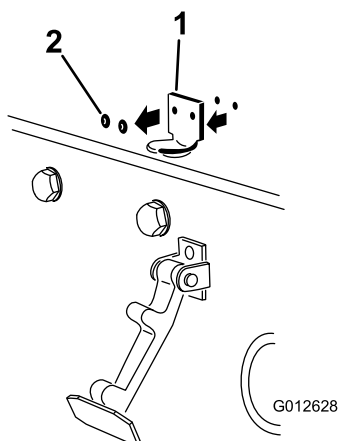

Figura 5
2. Rimuovete i 2 rivetti che fissano la staffa del fermo del cofano al cofano (Figura 5).
Nota: La staffa di bloccaggio deve essere contro il cofano (Figura 5).